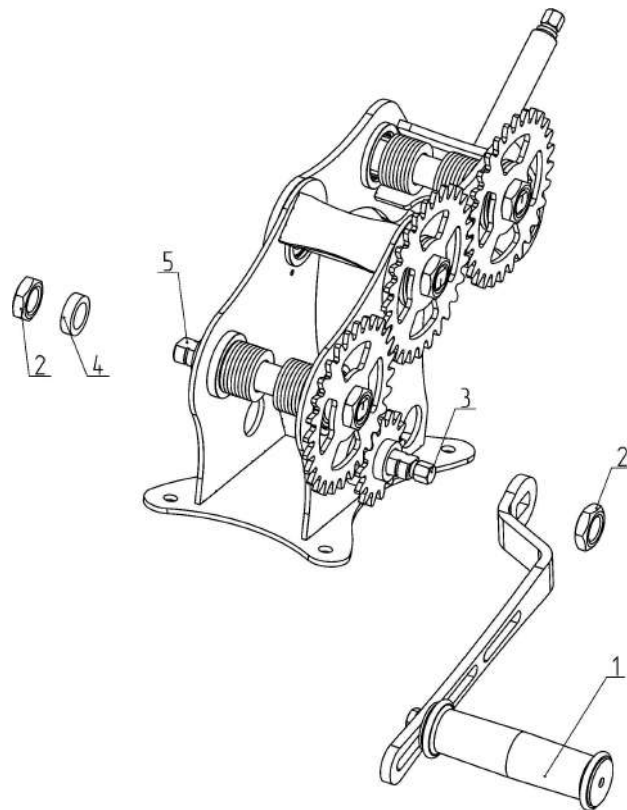

Рисунок 6 — Порядок установки рукояти на приводную шестерню.
Также приводная шестерня (см. Рис. 6.) может вращаться через рукоять (1) (см. Рис. 6). Для этого необходимо переставить рукоять с опорного валка (5) на вал приводной шестерни (3). Отверните гайки (2), затем произведите взаимную смену шайбы (4) на рукоять (1). Наверните гайки (2).